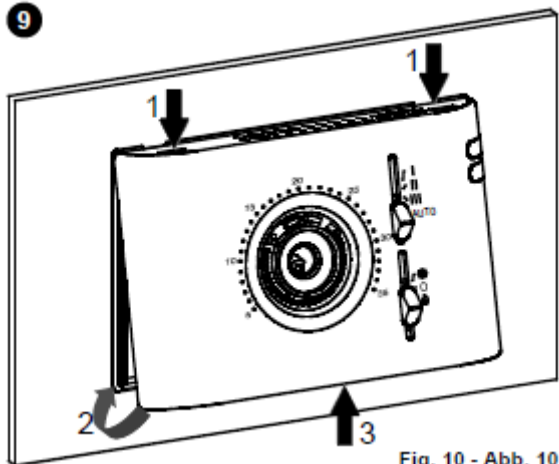

Fig. 10 - Abb. 10
- Vinkla ner locket så att glidreglagen passar in i respektive omkopplare, tryck på plastfliken på den nedre delen av basen inåt (se pilen i fig. 10) och tryck in locket så att den snäpper fast.